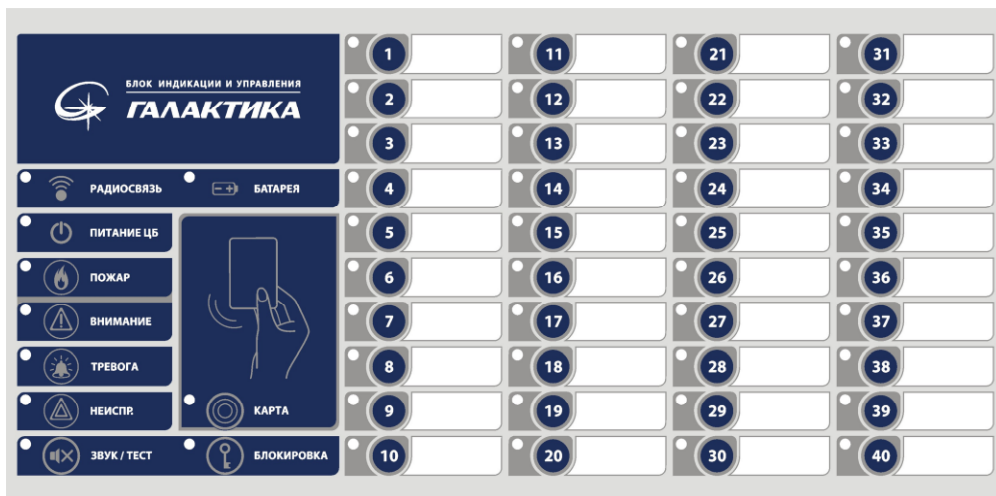

Рис.4 Внешний вид панели индикации и управления БИУ-Р2 ГАЛАКТИКА
- светодиодные индикаторы и кнопки: «ПОЖАР», «ВНИМАНИЕ», «ТРЕВОГА», «НЕИСПР.», «ЗВУК/ТЕСТ», «БЛОКИРОВКА», «КАРТА» и «1»... «40» - см. рис.4;